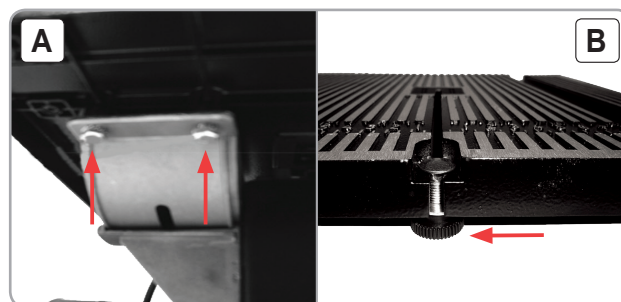

Fig.4
Montarea mesei de lucru: (Fig. 4)
- Fixați masa cu ajutorul șuruburilor și a inelelor de siguranță. Fig 4 (A)
- Fixați fanta mesei de lucru cu ajutorul șurubului cu capul înecat și a piuliței cu șaibă. Fig 4 (B)